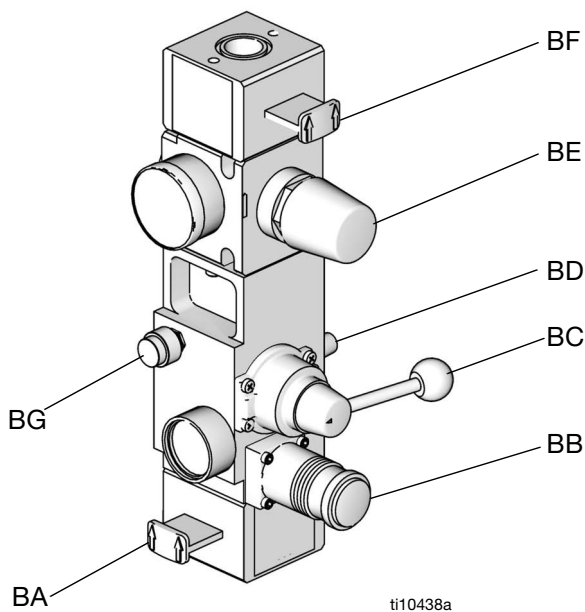

FIG. 3. Integrerade luftreglage
| G | Integrerade luftregulatorer (se FIG. 3)                                    |   |  |
- G Integrerade luftregulatorer (se FIG. 3)